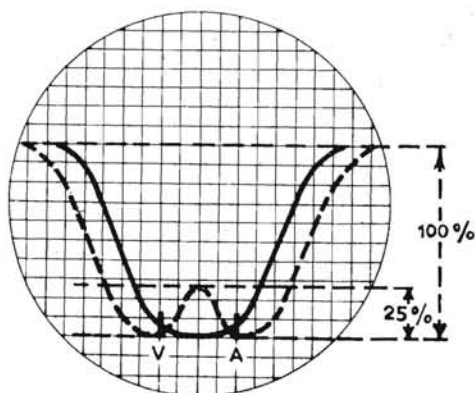

Fig. 10.30. - Curva di allineamento RF.
6) Regolare il compensatore di placca C 10 (v. fig. 10.27), il compensatore di griglia C5 e il compensatore di antenna C20, fino ad ottenere sull'oscillografo la curva prescritta (fig. 10.30).
Le misure devono essere eseguite con l'oscillografo a massima amplificazione e quindi con segnali del generatore sweep molto deboli, in modo da evitare che la taratura risulti falsata da circuiti in sovraccarico. La fig. 10.30 rappresenta, a tratto